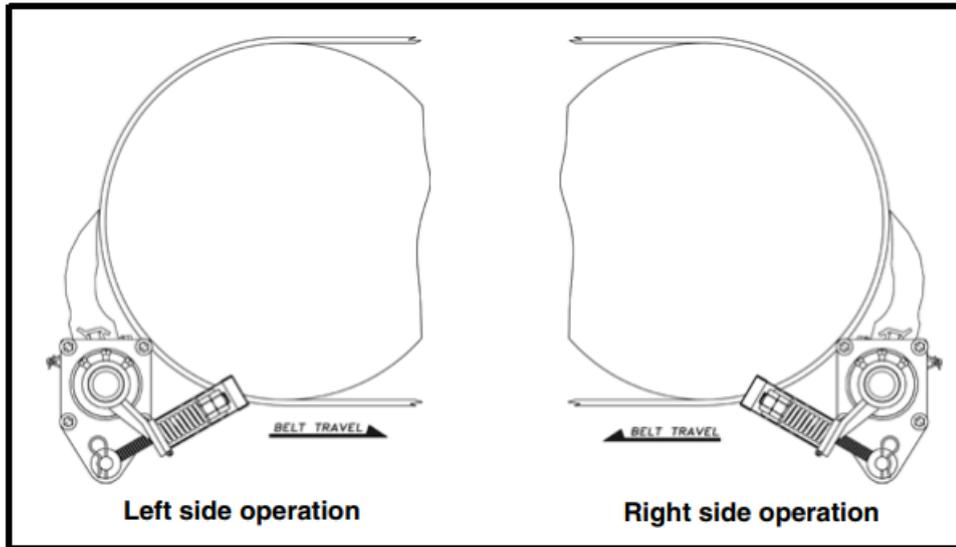

Figura 9. Instalación del bastidor.
1. Determine la dirección para instalar el brazo de palanca en el tensionador dependiendo de la dirección de la banda, como se muestra en la figura 9. A continuación, instale el brazo de palanca según sea necesario para su aplicación.